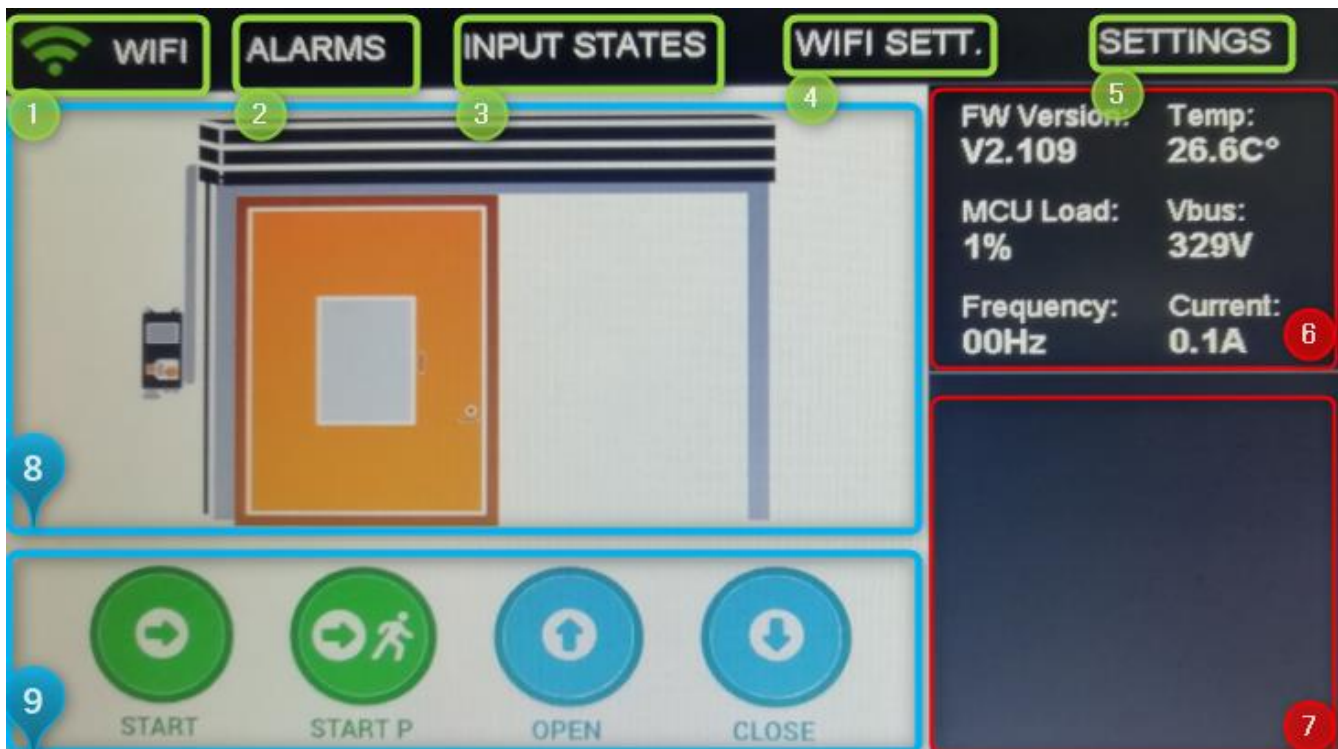

Figura 2
La HomePage che si può vedere in *Figura 2* è costituita da:
- **Punto 8:** Nella *Figura 2* abbiamo l'immagine di una Porta Frigo, ma più in generale qui troviamo l'immagine rappresentativa dell'automazione e tramite una animazione si muove in modo sincrono con l'automazione reale;